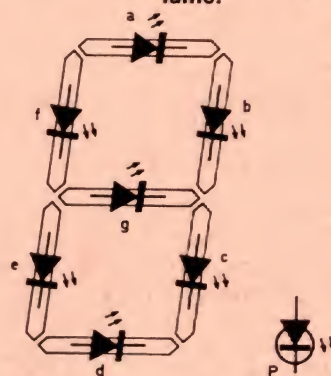
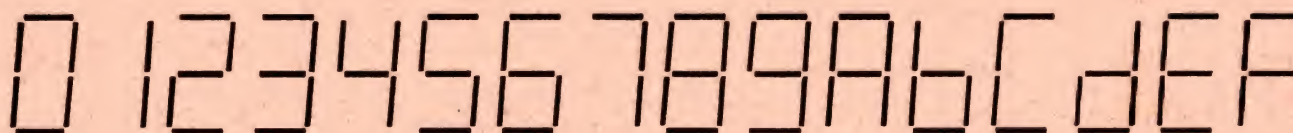
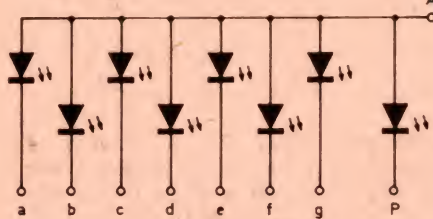

Fig. 15. - Constitution d'un afficheur 7 segments avec point décimal.
Fig. 16. - Représentation des symboles alphanumériques de 0 à F.
Fig. 17. - Equivalent électrique d'un afficheur 7 segments à anode commune.
Comme son nom l'indique, ce composant est constitué par 7 diodes électroluminescentes dont la partie lumineuse se présente sous forme de segments désignés par les 7 premières lettres de l'alphabet. La plupart de ces afficheurs possèdent un point lumineux (P) visualisant une virgule (fig. 15). Non seulement les chiffres de 0 à 9 peuvent être représentés mais également les lettres de A à F, ce qui est pratique si on se sert du système hexadécimal, comme par exemple dans les microprocesseurs (fig. 16). Les diodes de l'afficheur ont une liaison commune de toutes les anodes (fig. 17) ou de toutes les cathodes.